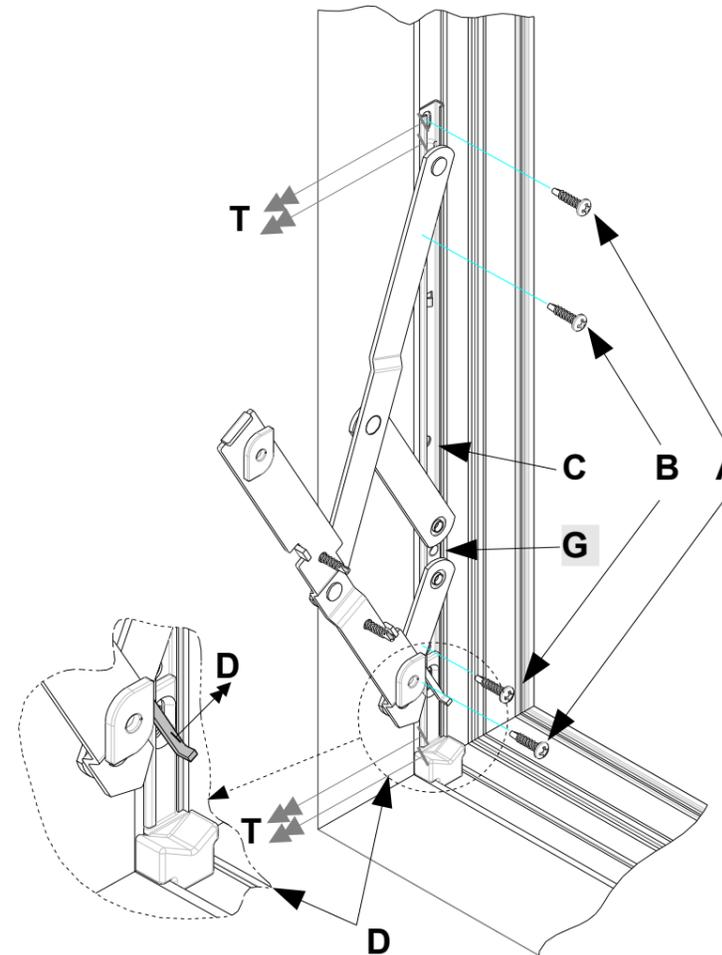
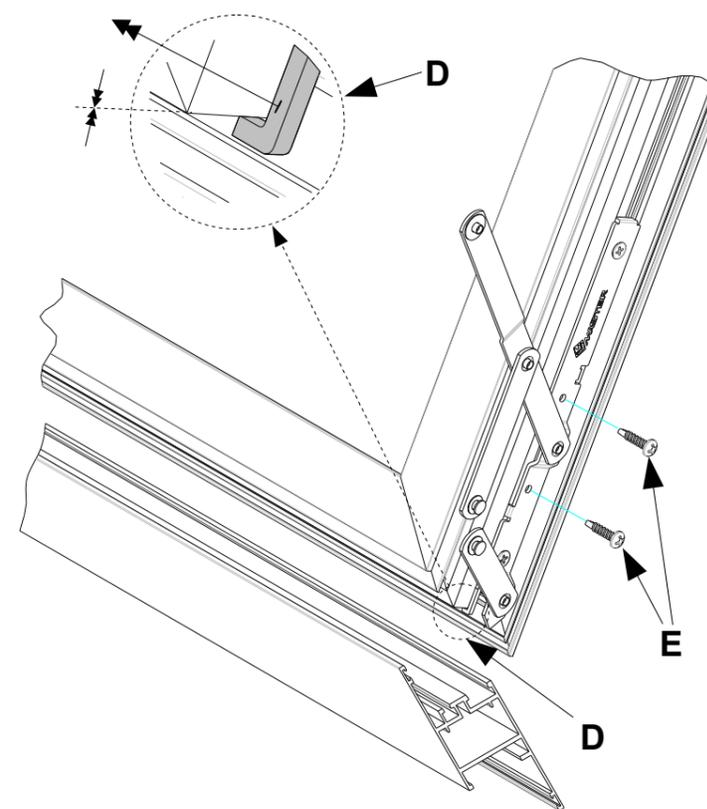

Fig. 2
Fig. 4
- Il carico massimo è garantito per un funzionamento normale con apertura intermedia, garantita con fissaggio vite C di limitazione - Vedi fig. 2 ; l'apertura massima è da utilizzare in casi particolari, ad esempio per la pulizia dell'infisso.
- Verificare il corretto funzionamento in apertura e chiusura, se necessario alzare leggermente l'anta (allentare le camme, alzare l'anta e poi serrare nuovamente le camme) o se necessario fare la stessa operazione lato telaio (agendo sulla viti A, fig. 2).
- Verificato il corretto funzionamento dell'infisso, fissare le restanti viti lato telaio (viti B, Fig 2) e lato anta (viti E, Fig 4).
- Per limitare l'apertura dell'anta a 45°, inserire due viti nei compassi in posizione C, fig. 2.
- Se necessario registrare le frizioni (su entrambi i compassi), agendo sul grano G, fig. 2